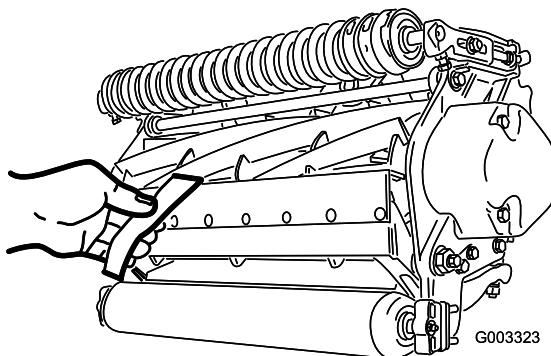

Bild 13
10. Testen Sie die Mähleistung, indem Sie einen langen Streifen des Schnittleistungspapiers (Toro Bestellnummer 125-5610) senkrecht zum Untermesser zwischen die Spindel und das Untermesser legen (Bild 13). Drehen Sie die Spindel langsam vorwärts; das Papier sollte geschnitten werden.